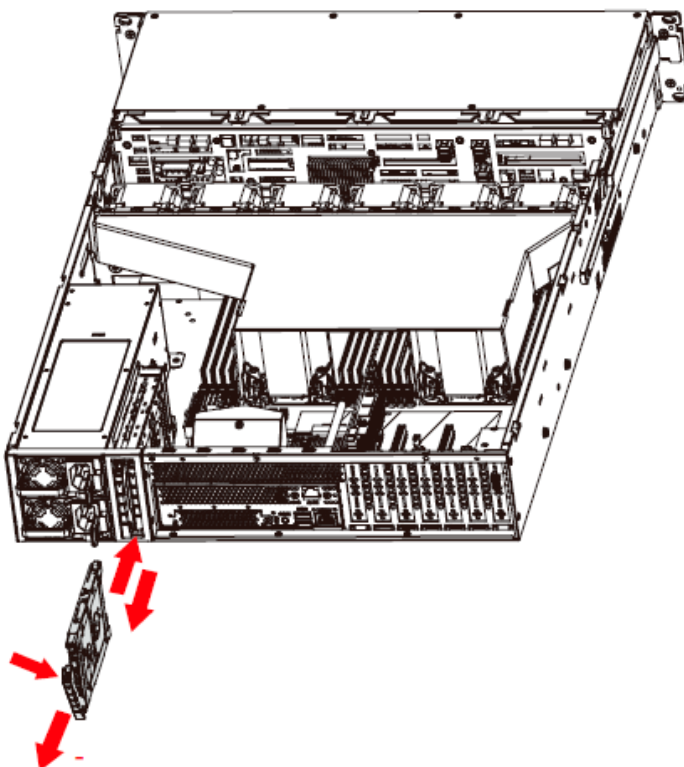

Рисунок 21 – Снятие каретки для накопителей 2,5”
- Вытащите каретку для дисков из корпуса (см. Рисунок 21).